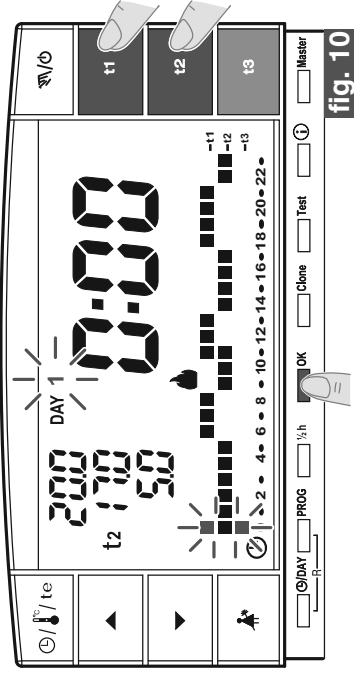

fig. 10
- Confirmar por cada hora del día el tipo de temperatura deseada (Confort, Ahorro, Ausencia) con las teclas **t1**, **t2** y **t3** (cada presión confirma y desplaza el dígito a la hora siguiente, la hora respectiva aparece en la pantalla) hasta completar el cuadro diario con las 24 horas del día **Lunes**; los dos dígitos parpadean en la hora **0:00** (ej. fig. 10).